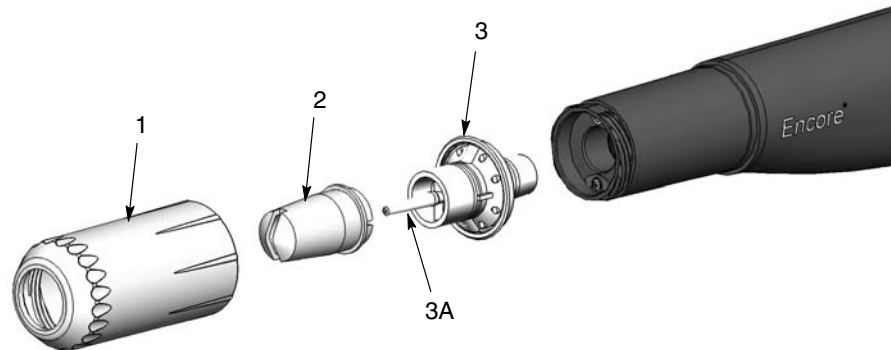

Figura 8 Ondepărtarea și instalarea duzei de pulverizare plată
1. Vezi Figura 8. Deșurubați în sens antiorar piulița duzei (1).
2. Trageți duza (2) pentru pulverizare plată de pe ansamblul electrodului (3).